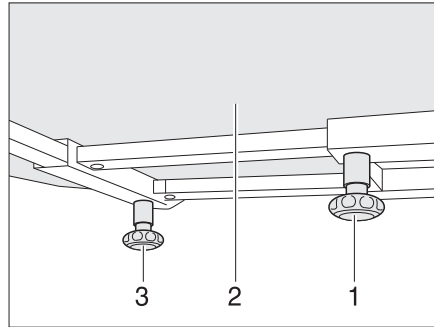

Fig. 77 Table fixe
- Desserrer la vis moletée (Fig. 77,1).
- Pousser le plateau (Fig. 77,2) dans la position désirée.
- Desserrer la vis moletée (Fig. 77,3).